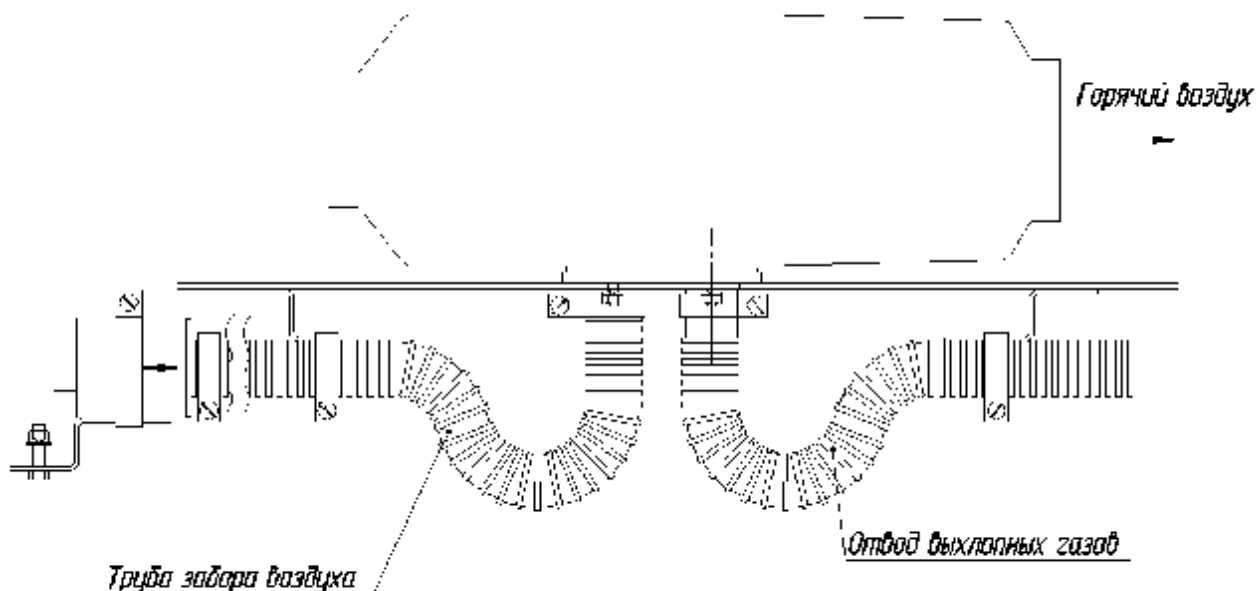

Рис.5 Монтаж заборной трубы и глушителя
5.2 Монтаж воздухозаборной трубы и глушителя (рис. 5)
Воздухозаборную трубу монтируют таким образом, чтобы исключить попадание снега и набегающего потока воздуха при движении автомобиля. Крепление воздухозаборной трубы производят с помощью червячных хомутов и кронштейнов. Количество крепежных точек определяется при монтаже. Наиболее распространенный вариант монтажа заборной и выхлопной трубы показан на рис.5 и 5а.
5.3 Монтаж выхлопной трубы и искрогасителя (рис. 5б).
Рис. 5а Монтаж выхлопной трубы и искрогасителя